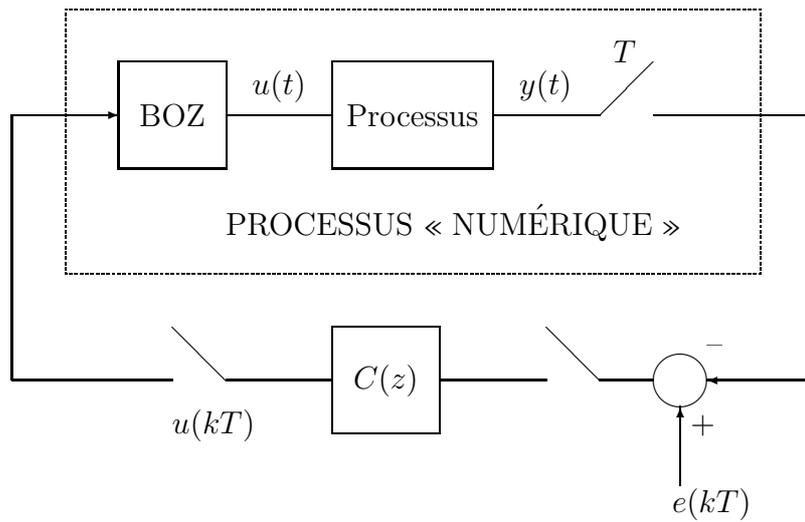

FIG. 7 – Processus continu dans une boucle numérique d’asservissement
3.3) Calculer la fonction de transfert en Z du **processus numérique équivalent** au processus continu $G(p)$ muni de son BOZ et échantillonné à la période T (cf. figure 7).